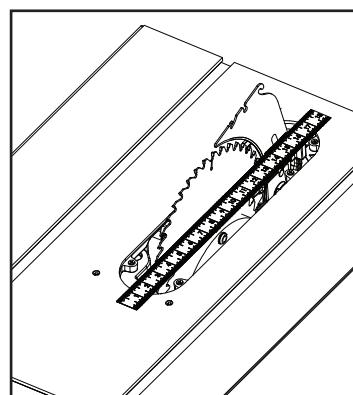

Figure 26
3. L'aide d'une règle droite, alignez le couteau diviseur avec la lame comme illustré dans la Figure 26.